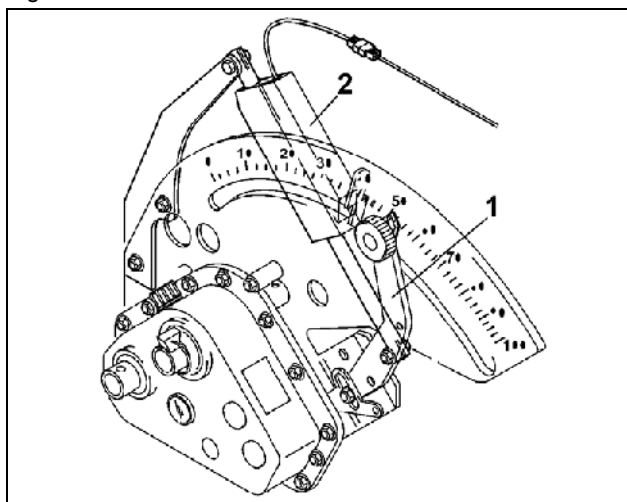

Fig. 78
- Reglarea de la distanță a debitului de semințe: Cu ajutorul manetei de reglare a transmisiei (Fig. 78/1) se reglează progresiv turația roților de semănare și astfel și debitul de semințe.
Pentru reglarea debitului de semințe, motorul de poziționare (Fig. 78/2), care activează maneta de reglare a transmisiei, este comandat prin intermediul **AMATRON 3**. Debitul de semințe reglat și valoarea pe scală vor fi afișate pe display-ul **AMATRON 3**.